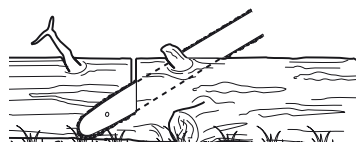

Fig. 40
- > Si le tronc est appuyé au sol sur toute sa longueur (Fig. 40), coupez-le par le dessus.